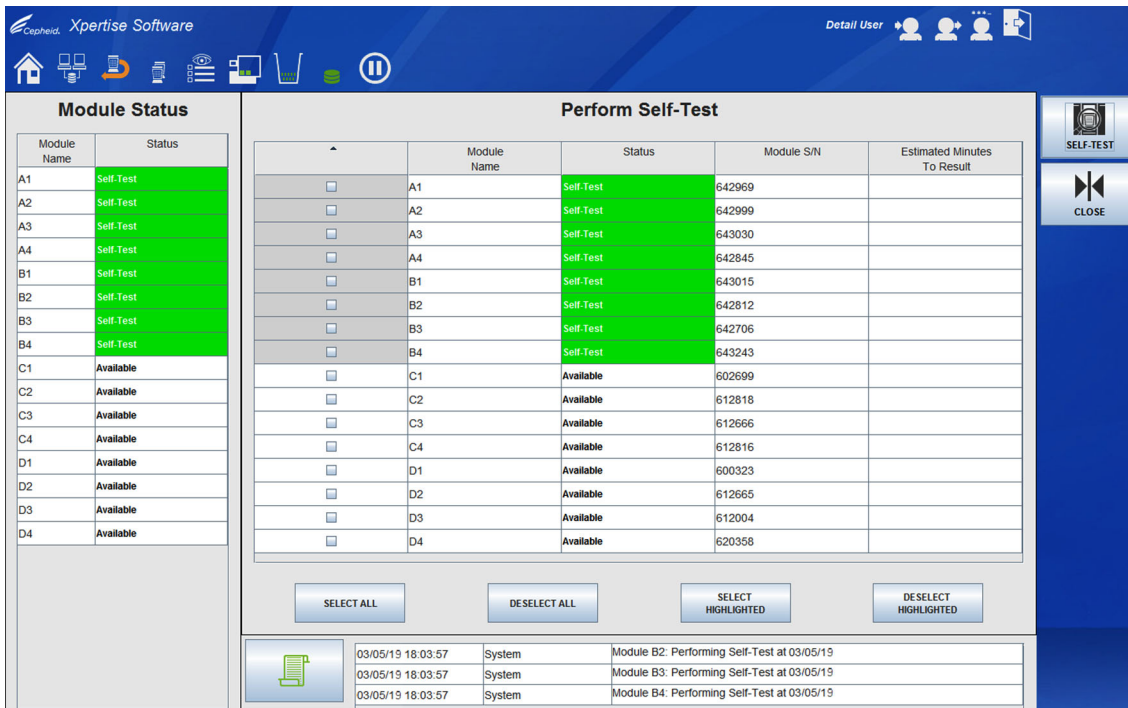

Figura 9-66. Área de trabalho Perform Self-Test (Executar autoteste) durante um teste
- Após a conclusão do autoteste, selecione o botão **CLOSE (FECHAR)** para fechar a área de trabalho Perform Self-Test (Executar autoteste) (ver Figura 9-66). É apresentado o menu GX Maintenance (Manutenção do GX). Ver Figura 9-58.